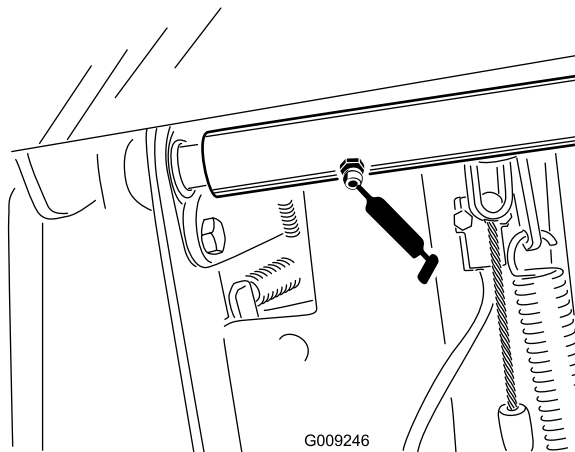

図 53
- ・ ブレーキシャフトのピボットのベアリング (1ヶ所) (図 53)